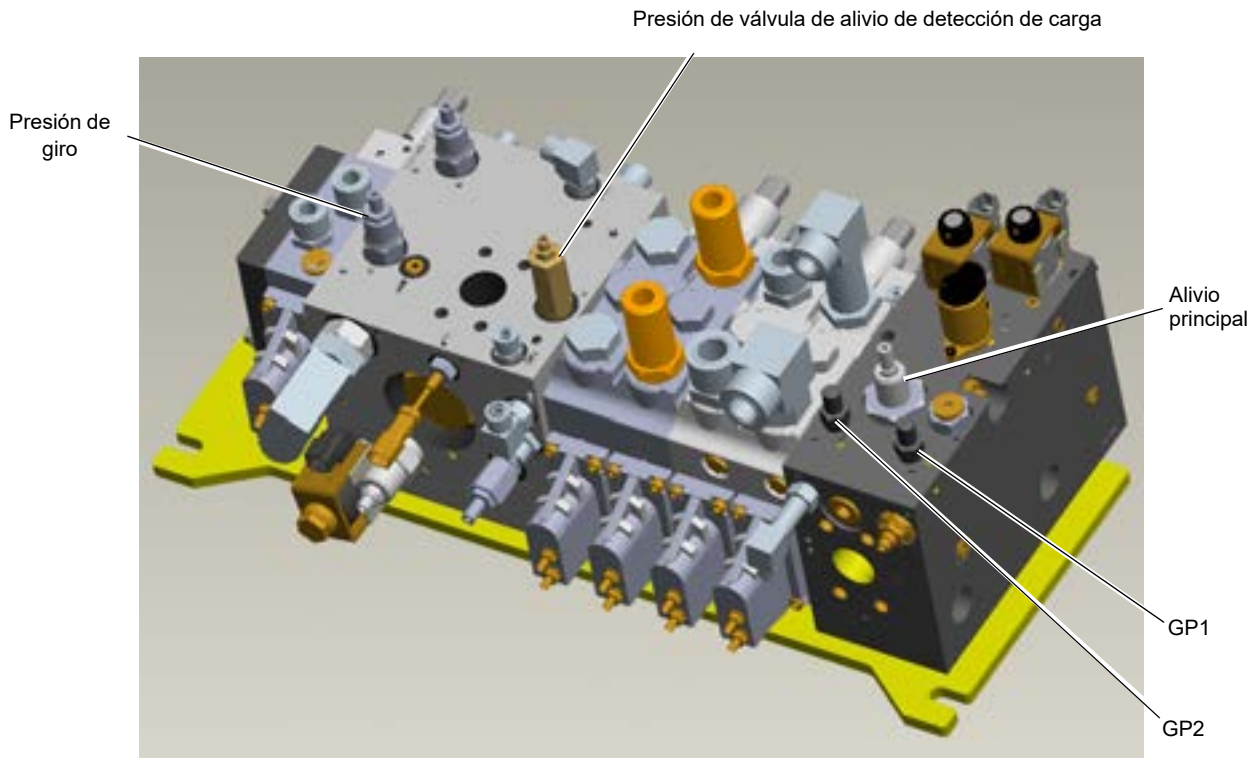
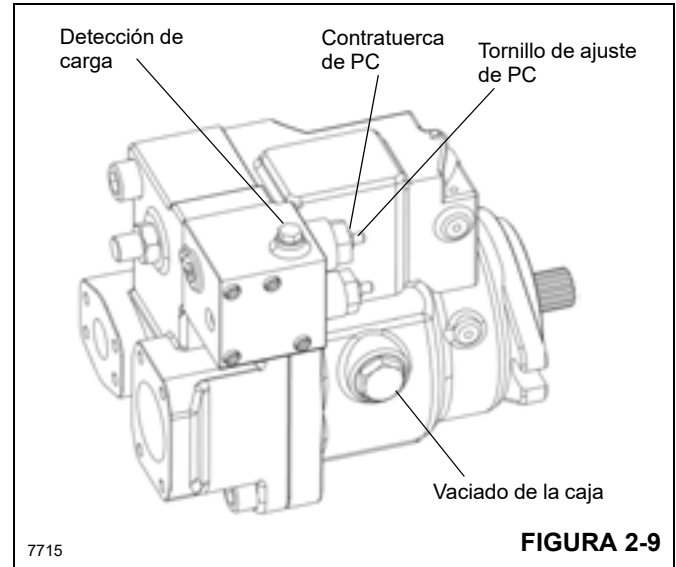

FIGURA 2-6
FIGURA 2-9
8. Instale un manómetro en la lumbrera de manómetro de la bomba (GP1) en la válvula de control de sentido (DCV) (Figura 2-6).
Para revisar la presión de margen, se generan dos presiones ya que el circuito de giro de la grúa necesita 28 bar (400 psi) de contrapresión todo el tiempo. Esto significa que cuando se instala un manómetro en la lumbrera de detección de carga (GP2 en la Figura 2-6), la presión indicará el alivio que está presente en el circuito de giro. Por ello, la contrapresión de giro se debe verificar primero.
1. Instale un manómetro en la lumbrera de presión de la bomba (GP2) en la DCV (Figura 2-6).
1. Instale un manómetro en la lumbrera de presión de la bomba (GP1) en la DCV (Figura 2-6).
Para poder ajustar la presión máxima de la bomba, el ajuste de la válvula de alivio de detección de carga (LSRV) se debe elevar a un valor más alto que el del ajuste deseado de la presión de bomba máxima. Para elevar el ajuste de la LSRV (Figura 2-6) afloje la contratuerca (hexagonal de 1/2 pulg) y gire la tuerca hexagonal de ajuste (4 mm) en sentido horario hasta que toque fondo. Esto debería resultar en un ajuste de aproximadamente 345 bar (5000 psi).
5. Instale un manómetro con capacidad mínima de 414 bar (6000 psi) en la lumbrera de manómetro de bomba GP1 (Figura 2-6).
2. Si la indicación de presión está por debajo del ajuste de presión máxima de la bomba, eleve el tornillo de ajuste de compensación de presión (PC) de la bomba como se muestra en la Figura 2-9. Afloje la contratuercas M8 y utilice una llave Allen de 4 mm para hacer el ajuste. El giro en sentido horario aumenta el ajuste; cada vuelta representa 100 bar (1450 psi).
3. Aumente el ajuste del compensador de presión (PC) hasta alcanzar 345 bar (5000 psi) en el manómetro. Se debe escuchar un silbido en la línea de alivio principal y se debe sentir un caudal grande de aceite hacia el depósito en la línea de retorno al depósito hidráulico. Esto significa que se alcanzó el ajuste de alivio principal.
4. Si no se puede llegar al ajuste de 345 bar (5000 psi), se debe aumentar el ajuste de la válvula de alivio principal (consulte la Figura 2-6). Para ello, afloje la contratuercas de 3/4 pulg y utilice una llave Allen de 3/16 pulg para hacer el ajuste. El giro en sentido horario aumenta el ajuste; cada vuelta representa 91 bar (1315 psi). Asegúrese de volver a apretar la contratuercas de 3/4 pulg a 8 Nm (6 lb-pie) cuando el ajuste es correcto.
5. Una vez que se alcanza el ajuste de alivio principal, el ajuste del compensador de presión (PC) de la bomba se debe devolver al valor de la Tabla 2-2. Vea "D. Ajuste de la presión máxima de la bomba".
1. Instale un manómetro de 414 bar (6000 psi) en la lumbrera de presión de la bomba (GP1) en la DCV (Figura 2-6).
2. Arranque el motor y active la palanca del malacate. Ajuste la válvula de ajuste de compensador de presión (PC) (Figura 2-9) en sentido contrahorario para obtener la presión correcta. Consulte la Tabla 2-2 para una indicación correcta de la presión máxima de la bomba.
1. Instale un manómetro de 345 bar (5000 psi) en la lumbrera de presión de la bomba (GP2) en la DCV (Figura 2-6).
3. Si la presión de LSRV no es correcta, apriete el tornillo de LSRV como se muestra en la Figura 2-6.